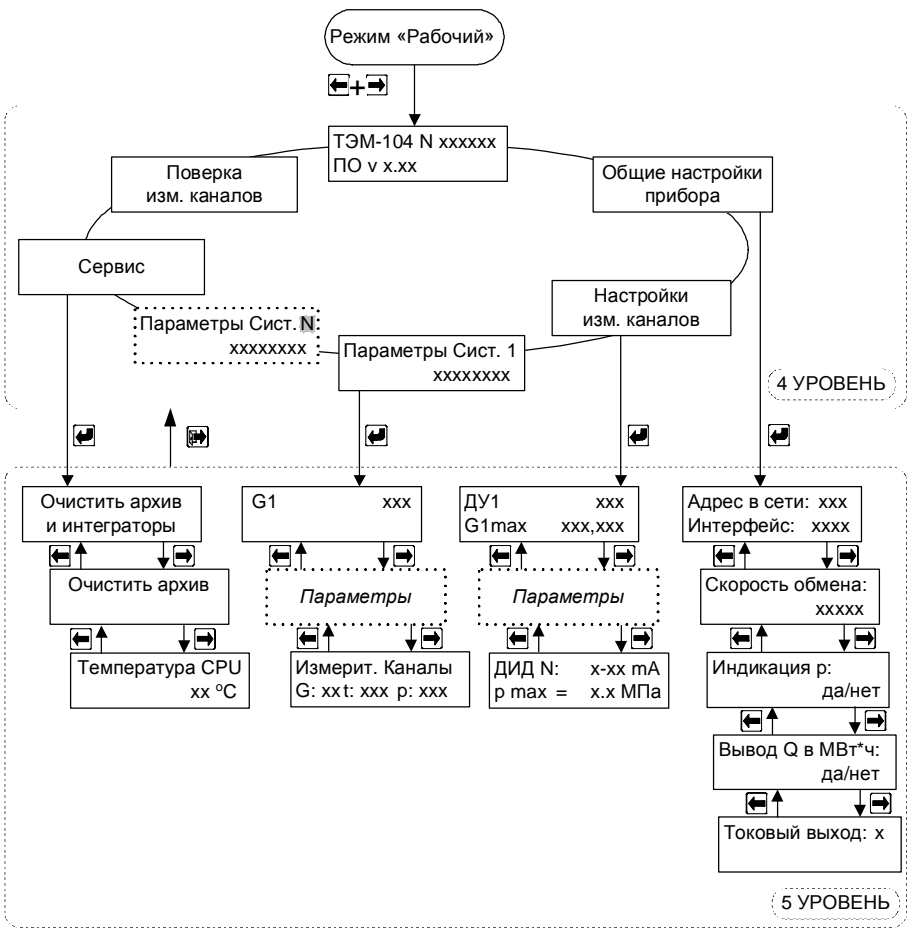

Рис. 7.3
7.4.1 Для входа в режим работы теплосчетчика «Настройки» необходимо, находясь в любом меню режима «Рабочий», **одновременно нажать кнопки «влево» и «вправо»**. Порядок перехода между окнами в режиме «Настройки» изображён на рис. 7.3.